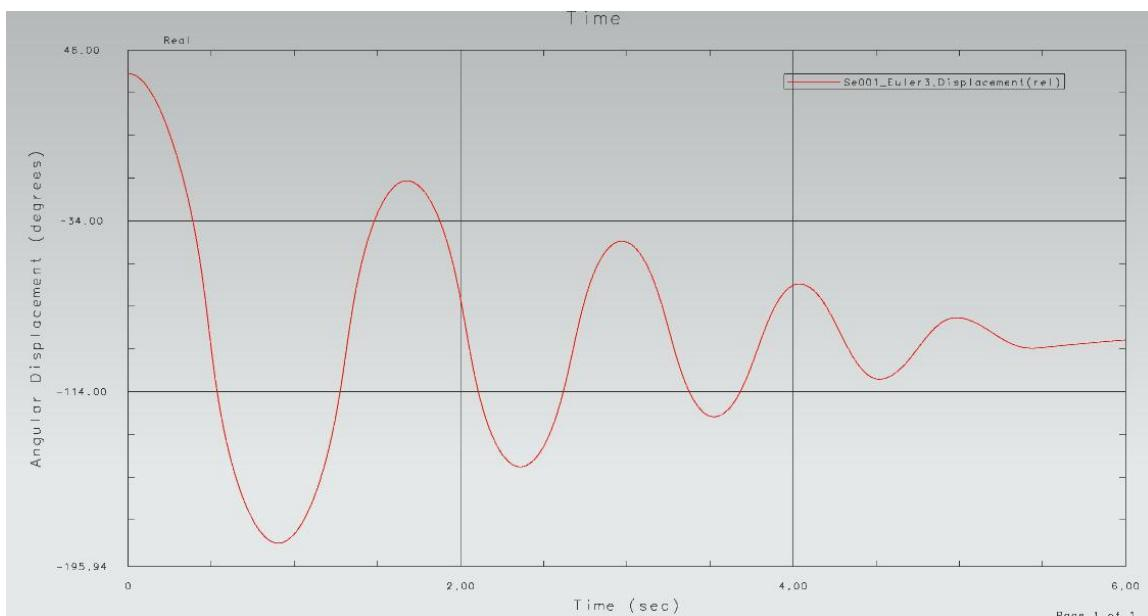

рис.71
- После нажатия на маленький плюсик, и указания ОК в диалоговом окне рис.42 система построит нужный график (рис.71).